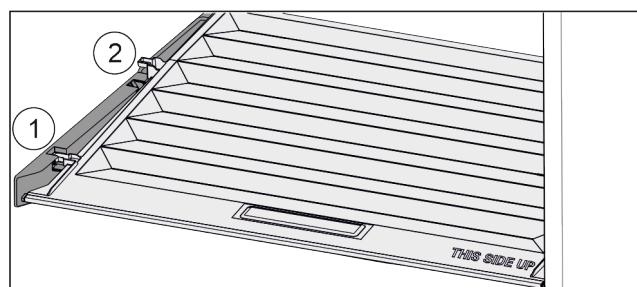

Fig. 45
- Vytáhněte víko dopředu až k otvoru v přídržných dílech Fig. 45 (1).
- Vzadu zespodu nadzvedněte a vyjměte směrem nahoru Fig. 45 (2).